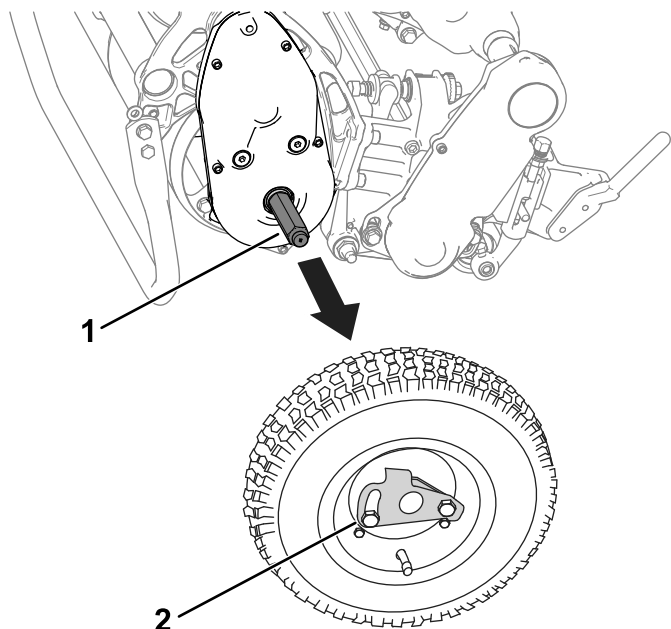

Figura 20
3. Retire las ruedas de transporte empujando los clips de bloqueo de las ruedas fuera de los ejes (Figura 20).